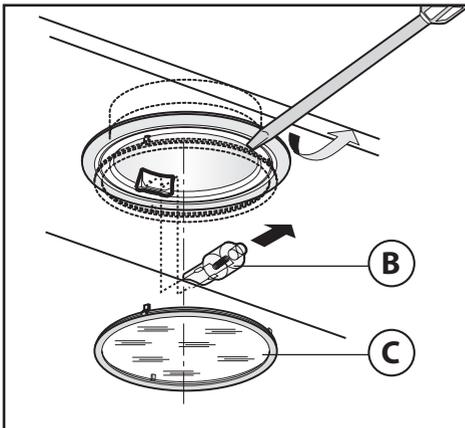

Fig.11
• **Sostituzione delle lampade alogene (Fig.11):**